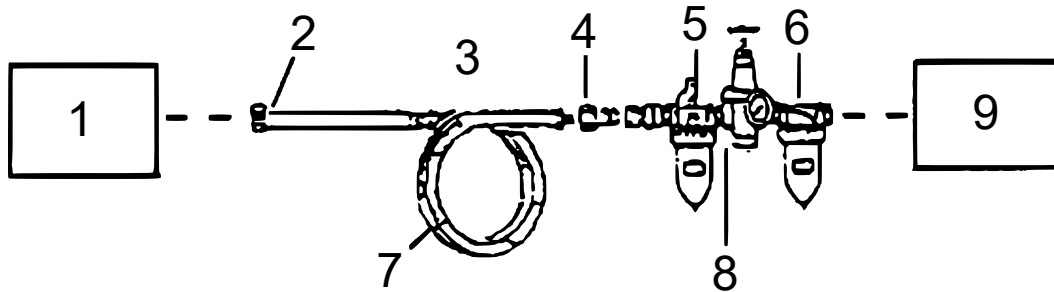

Abbildung 1
- Zur Gewährleistung einer optimalen Funktion des Werkzeugs sollten Sie einen Öler, einen Regler und einen Einlassfilter wie in Abb. 1 dargestellt einbauen. Bitte beachten Sie, dass Öler, Regler und Filter nicht im Lieferumfang enthalten sind.
- Wenn Sie nicht wie in Abb. 1 dargestellt ein automatisches Ölsystem verwenden, geben Sie einige Tropfen pneumatisches Werkzeugöl (nicht im Lieferumfang enthalten) in die Verbindung des Luftleitungsanschlusses. Geben Sie nach jeder Stunde Dauerbetrieb ein paar weitere Tropfen hinein.
- Bereiten Sie einen 1/4"-Luftanschluss (nicht im Lieferumfang enthalten) vor, indem Sie das Gewinde mit Klebeband umwickeln, bevor Sie ihn an den Lufteinlass (19) im Boden des Geräts anschließen. Führen Sie den Luftschlauch von Ihrem Kompressor am Lufteinlass (19) in das Gerät ein.